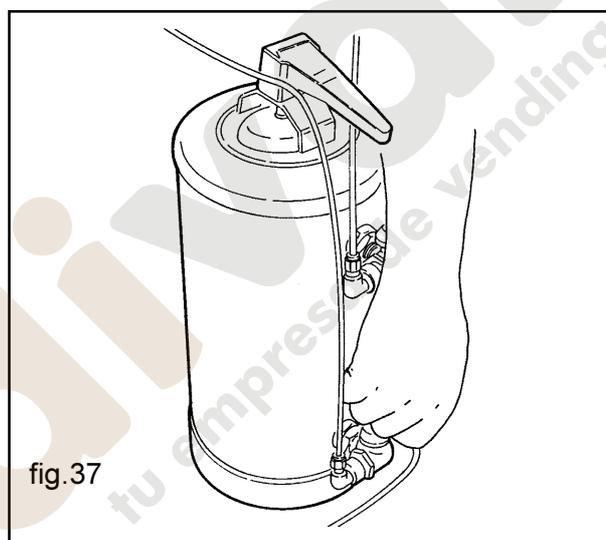

fig.37
- abrir el grifo (fig. 37) inferior y el tapón superior del descalcificador para purgar el aire